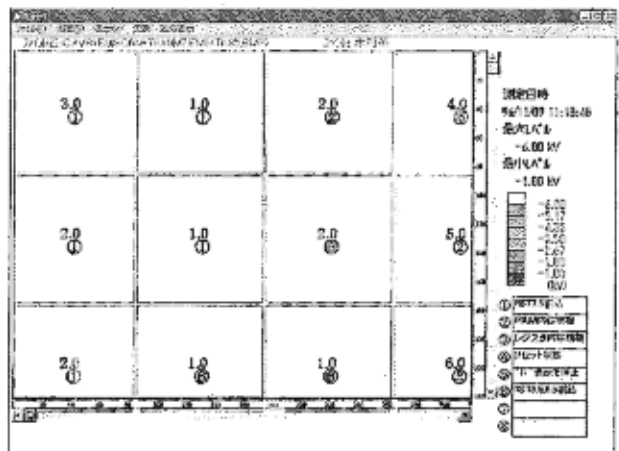
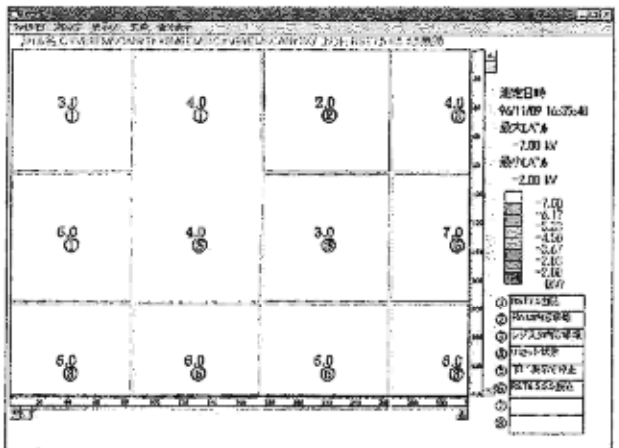

図5 対策事例 (対策前)
図6 対策事例 (対策後)
誤動作原因を解析した結果、CPU(8085A)のリセット関係の配線が誤動作原因である可能性が高かった(図5において識別コード①⑥で誤動作している部分)ので、これらの配線からの入力を無視するよう対策したところ、対策前(図5)に比べ、対策後(図6)では、誤動作電圧レベルが向上(より強い電磁波を加えないと誤動作しない)し、誤動作内容も別なものとなっており、対策の効果があったことを確認できました。(図5、6において、供試体の映像は、図4のものと同じですが、分かりやすいよう供試体の映像は消してあります。)